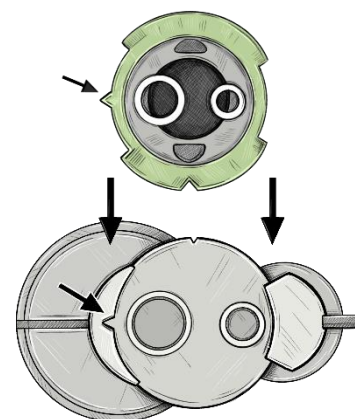

Abb. 4
4. Richten Sie die Position der Applikatorspitze an der Spritze aus, indem Sie auf den dreieckigen Vorsprung an der Applikatorspitze und die entsprechende Kerbe an der Spritze achten, und setzen Sie die Applikatorspitze auf die Spritze (Abb. 4).